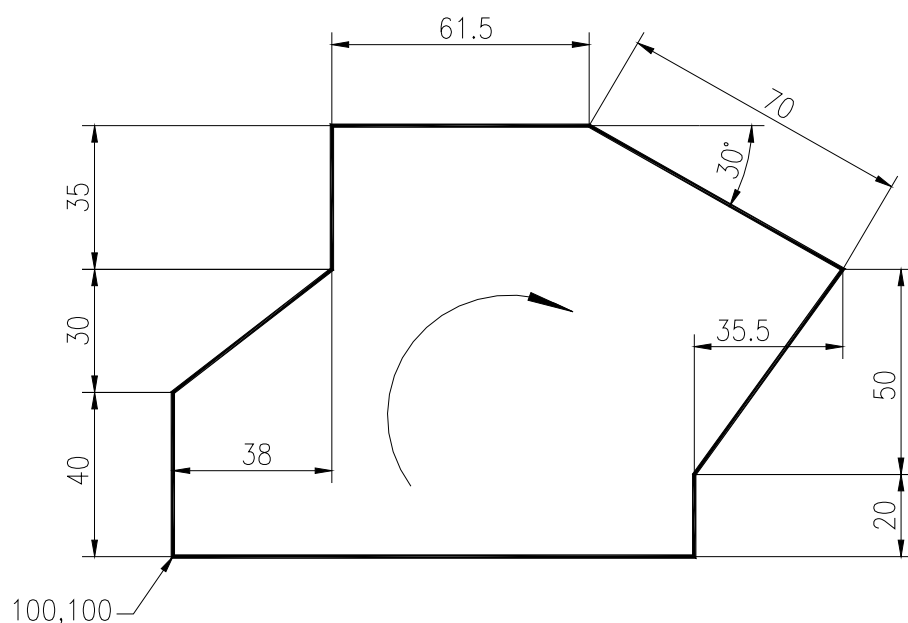

Fig. U2.7
2. Utilizând *coordonatele carteziene absolute, relative și polare*, se realizează cu comanda *LINE* desenul din Fig. U2.7. Acesta se va întocmi pe fișierul desen *A3.DWG*, realizat în cadrul exercițiului anterior. Conturul desenului se va parcurge în sensul indicat de arcul cu săgeată, pornind din punctul de coordonate absolute *100,100*.